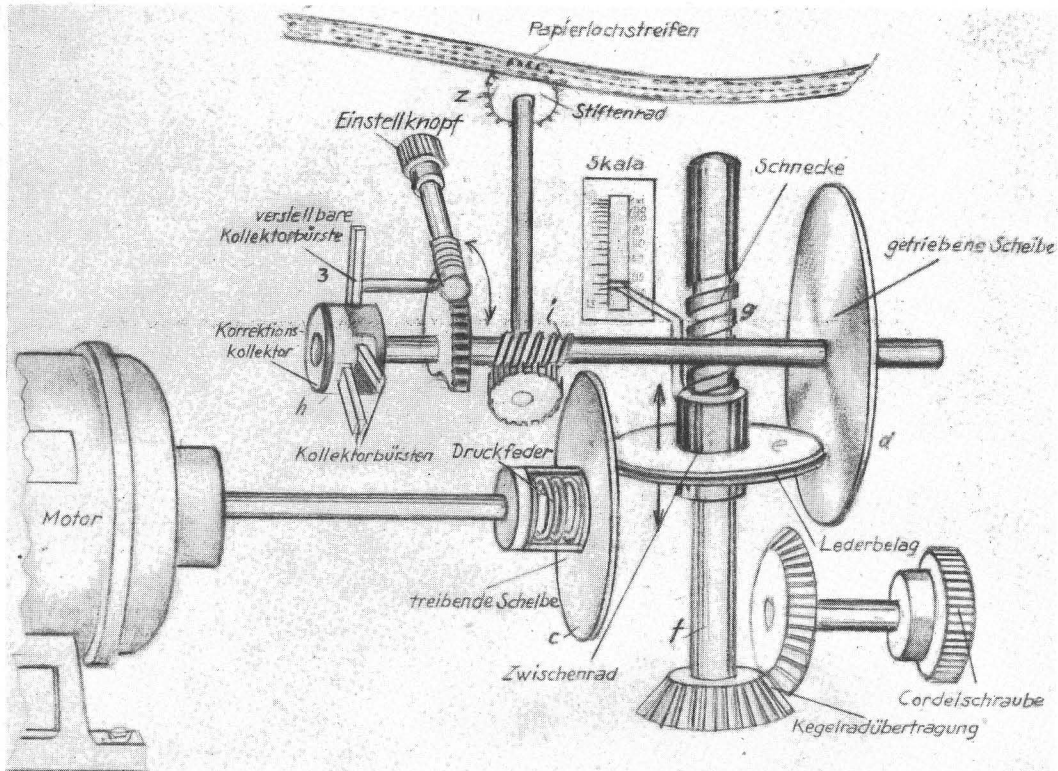
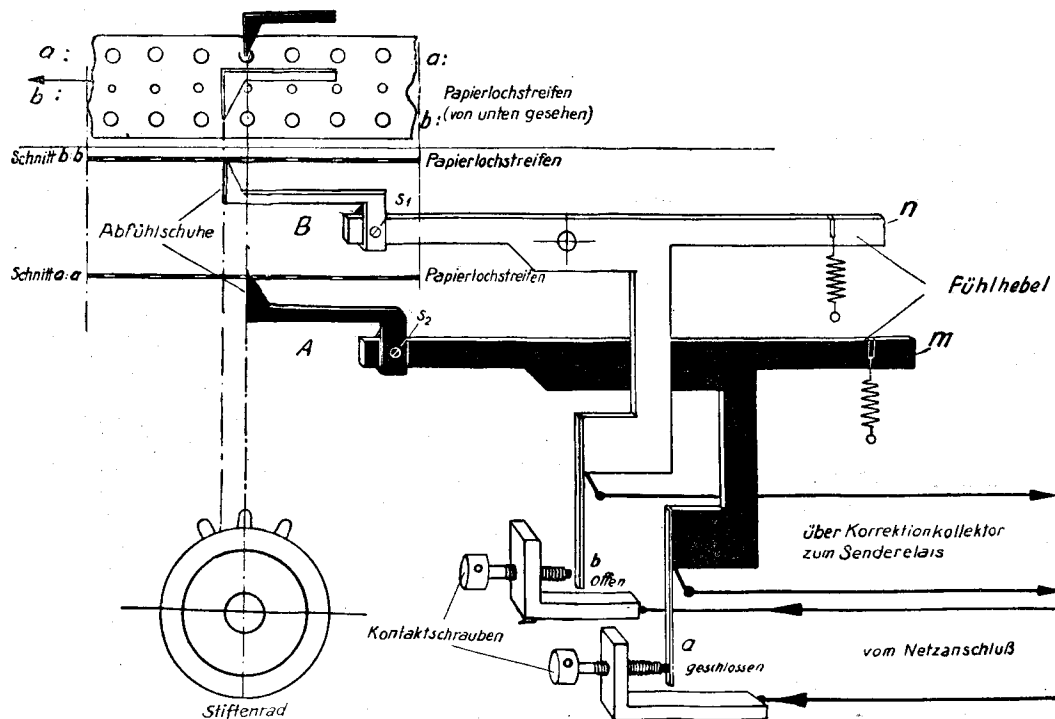
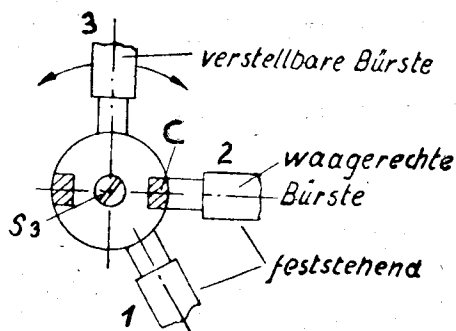

Abb. 3: Schematische Darstellung des Reibungsgetriebes
Abb. 5: Abtastung der Morsezeichen
Abb. 10: Bürsteneinstellung am Kollektor
| Abb. 3: Schematische Darstellung des Reibungsgetriebes . . . . .                   | 8  |
Zu 2) Der Antriebsmotor, für 220 Volt Wechselstrom gewickelt, ist mit einem Reibungsgetriebe gekuppelt. Durch Drehen einer an der Stirnseite des Gerätes befindlichen Kordelschraube (langsam — schnell) wird die gewünschte Wortgeschwindigkeit eingestellt (siehe Abb. 3).
Zu 3) Das Reibungsgetriebe (s. Abb. 3) besteht aus 2 runden Scheiben c, d, deren Achsen übereinander angeordnet sind, und einem Zwischenrad e mit Lederbelag. Beim Regeln wird dieses Zwischenrad über eine Kegelradübersetzung f und eine Schnecke g in senkrechter Richtung bewegt, wodurch sich seine Umfangsgeschwindigkeit ändert. Gleichzeitig gleitet ein Zeiger über die am Gerät oben links befindliche Skala, an der die eingestellte Sendegeschwindigkeit ablesbar ist. Zur Erzielung der erforderlichen
- Zu 5) Der Korrektionskollektor steuert das Senderrelais. Er besteht aus zwei sich gegenüberliegenden Metallsegmenten (siehe Abb. 3), die bei jedem Transportschritt des Lochstreifens eine Umdrehung ausführen. Durch diese Anordnung werden:
Das Stiftenrad (Transportrad für den Lauf des Papierstreifens) und der Korrektionskollektor werden über das Reibungsgetriebe vom Motor angetrieben (siehe Abb. 3). Der zweireihig gelochte Sendestreifen läuft über die Kontakteinrichtung (Abb. 5). Sobald der
Die Kollektorbürste 3 (siehe Abb. 3) läßt sich während des Betriebes durch Drehen des Knopfes über der Kontakteinrichtung verstellen. Beim Drehen im Uhrzeigersinn wird eine Verlängerung des Zeichenstromes bei entsprechender Verkürzung des Trennstromes, in umgekehrter Richtung eine Verkürzung des Zeichenstromes und Verlängerung des Trennstromes erreicht. Dadurch ist eine schnelle Anpassung an die jeweiligen Betriebserfordernisse (Morsezeichen länger oder kürzer) möglich.
- 5) Zum Einstellen der Kontaktschrauben einen ungelochten Streifen in die Kontakt-einrichtung einlegen, Führungrolle herunterklappen. Die Kontaktschrauben sollen dann 0,1 mm Abstand von den gegenüberstehenden Kontaktfedern haben (s. Abb. 5).
- 9) Zu dem bereits auf Mitte Loch eingestellten hinteren Fühlschuh B den Kollektor so einstellen, daß das Segment c genau unter der waagerechten Bürste steht (Abb. 10). Dabei muß ein Stift des Stiftenrades senkrecht stehen (siehe Abb. 5).